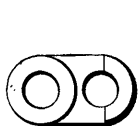

Рис. 44.
**89. Серьга** (рис. 44) служит для соединения ствола с рамкой и для сцепления и расцепления